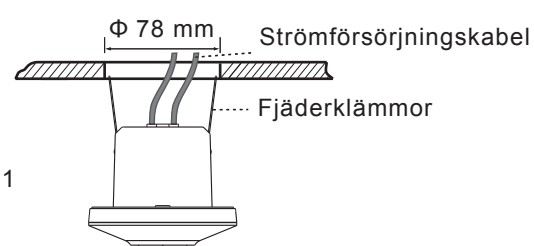

FIG. 11
- 3.4.2.4 Stäng detektorns två fjäderklämmor och placera detektorn i det uppborrade hålet i taket (se fig. 11).